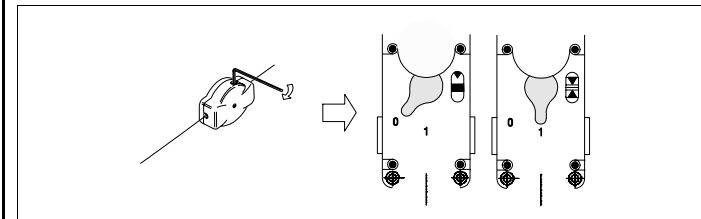

Fig. 4: registrazione della tensione della fune
- Tirare la molla di trazione della fune e verificare con l'aiuto della visualizzazione di posizionamento che la tensione della fune sia quella necessaria (vedere Fig. 4).